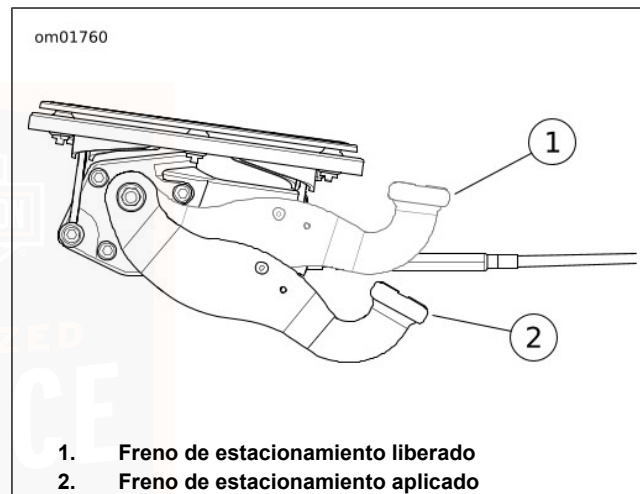

Figura 24. Freno de estacionamiento
Vea Figura 24. El pedal del freno de estacionamiento está en el lado izquierdo del vehículo. El mecanismo del freno de estacionamiento activa los frenos de ambas ruedas traseras para evitar que el vehículo estacionado se mueva. La luz del freno de estacionamiento se ilumina cuando se aplica el freno de estacionamiento.
4. Vea Figura 24. Con el pie izquierdo, presione firmemente el pedal del freno de estacionamiento hasta que no se pueda presionar más.
2. Vea Figura 24. Con el pie izquierdo, presione firmemente el pedal del freno de estacionamiento y libérela. El freno de estacionamiento vuelve a la posición liberada. El pedal del freno trasero disminuye la presión cuando el freno de estacionamiento es liberado.